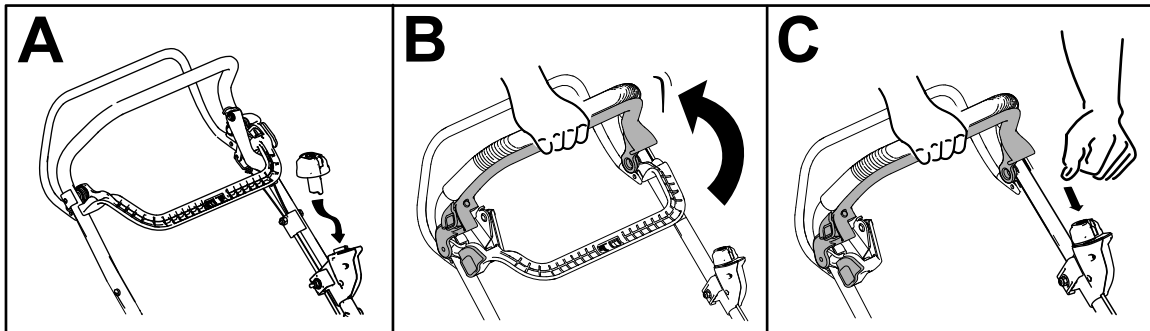

Figura 14
2. Introduceți butonul de pornire electrică în comutatorul de pornire electrică (A din Figura 14).
3. Strângeți bara de comandă pentru lamă și înșurtați-o spre mâner (B din Figura 14).
4. Apăsăți butonul de pornire electrică și mențineți-l apăsat până când pornete motorul (C din Figura 14).